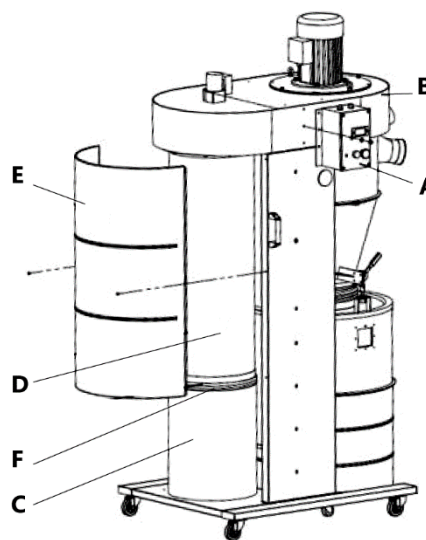

Рисунок 10.
Прикрепите шланг (F) к конусу (D) при помощи зажима (C). Второй конец шланга закрепите на крышке бункера (E), рис. 10.
Закрепите блок управления (А) на корпусе крыльчатки (В) винтами М8×12 (рис. 10).